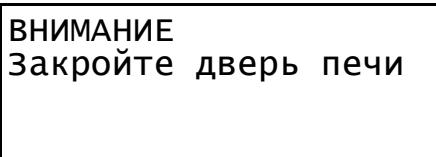

Рисунок 7 – Предупреждение
4.3.5 Если дверь печи не закрыта, то процесс нагрева печи не запустится и будет выдано соответствующее предупреждение (см. рисунок 7).